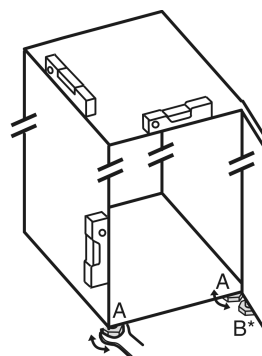

Fig. 46
- ▶ Seřizovací nožky Fig. 46 (A) vyšroubujte pomocí přiloženého vidlicového klíče a pomocí vodováhy, dokud nebude spotřebič pevně vyrovnaný.
- ▶ Seřizovací nožku Fig. 46 (B) na stojanu ložiska vytáchejte pomocí přiloženého vidlicového klíče, až dosedne na zem.
- ▶ Seřizovací nožku Fig. 46 (B) otáčejte dál o 90°.